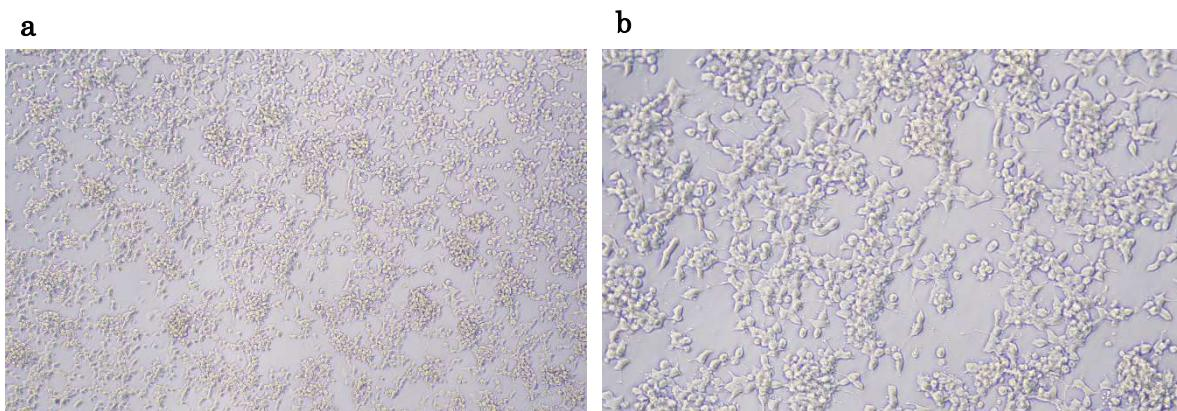

図1. 位相差顕微鏡画像
1. 繙代する細胞(参照:図 1)を CO₂ インキュベーターから取り出す。